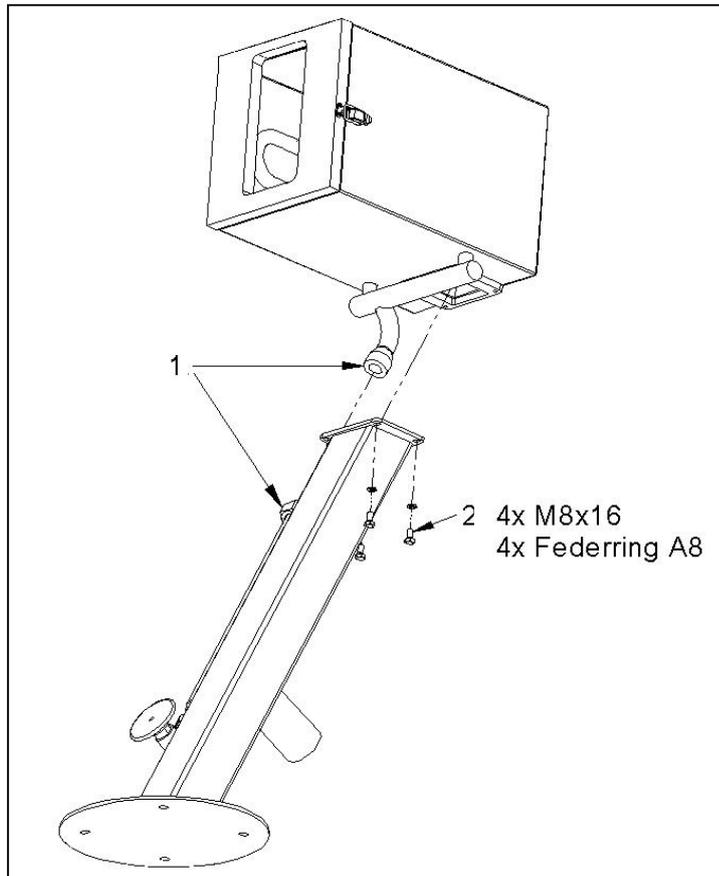

Abb. 5-1
1. Schrauben Sie das Wasserrohr (1) fest zusammen (Abb. 5-1).
2. Schrauben Sie das Maschinen-Unterteil mit den beiliegenden 4 Schrauben (2) an das Maschinen-Oberteil (Abb. 5-1).